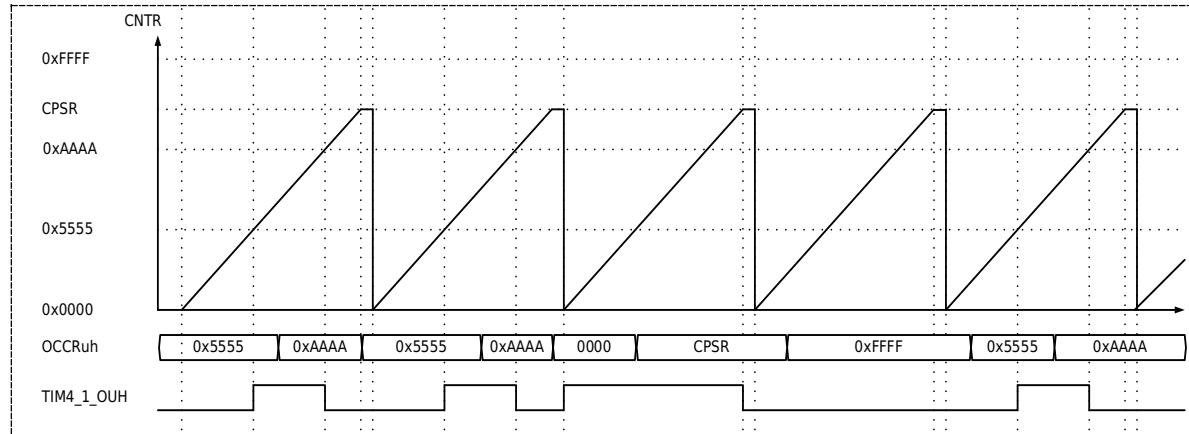

图 21-6 锯齿波模式波形输出例
1) 下图 21-6 是锯齿波计数模式下的比较输出模块的波形输出示例。